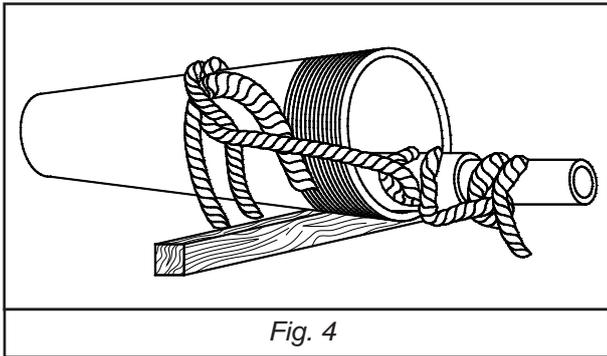

Fig. 4
6.2.3 Instalación de la columna de descarga (Fig. 4)